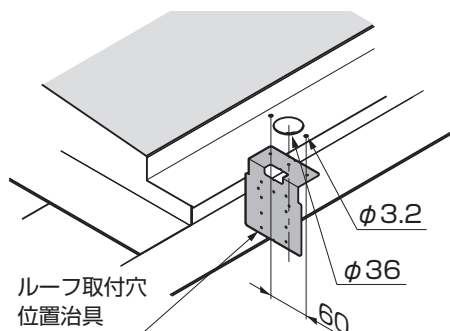

図11-43 A部詳細図
(1) アタッチメント、化粧樋カバーの取付け
- ①ルーフ取付穴位置治具を樋にあて、 $\phi 3.2$ 、 $\phi 36$ の穴を樋下部にあけてください。(図11-43参照)
- ②アタッチメントパッキン、雨樋アタッチメントを樋に【7-1】で取付けてください。
- ③縦樋の長さを調節して、ドレンエルボ、92°エルボを取付けてください。